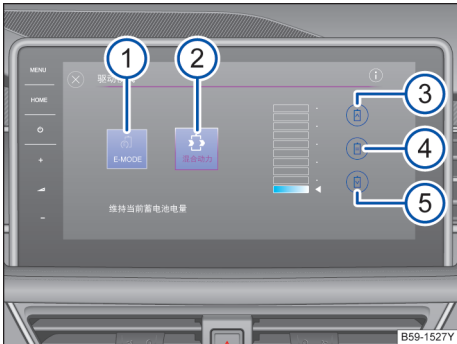

图 110 信息娱乐系统屏幕：运行模式选择
→ 图 110 ① 纯电动行驶
→ 图 110 ② 以最佳方式使用两种驱动模式
→ 图 110 ③ 行驶时给蓄电池充电
→ 图 110 ④ 维持当前蓄电池电量
→ 图 110 ⑤ 预留电量